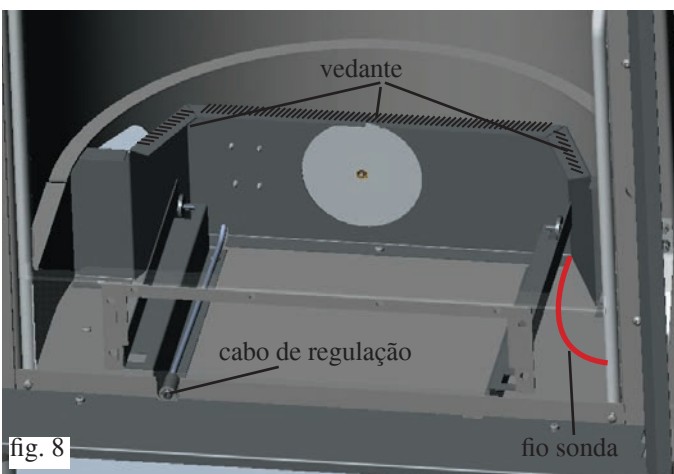

fig. 8
- O cabo de regulação deve ser introduzido no orifício dianteiro sob a gaveta das cinzas (fig. 8 - pag. 151) e fixado com o anel elástico fornecido.
- Antes de reposicionar a base de fogo, verificar o estado de desgaste do vedante (substituir, se necessário) e inserir o vedante no perímetro da placa de fixação da válvula termostática (fig. 8 - pag. 151).